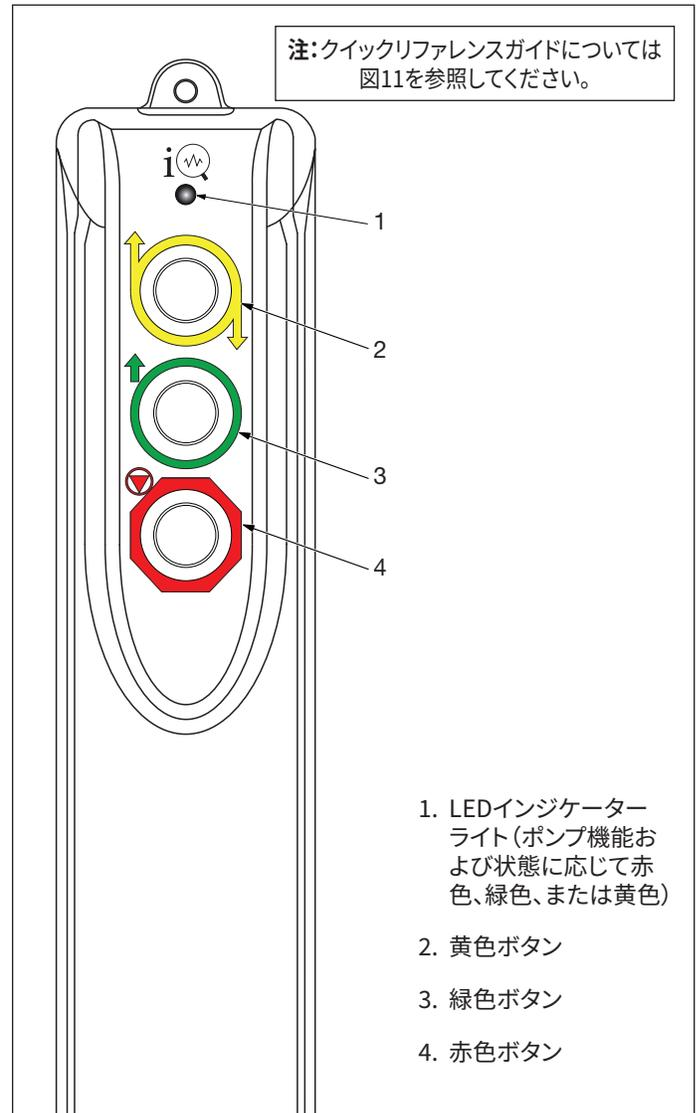

図4: ペンダントコントロール
マルチカラーLEDインジケータにより、ポンプの状態が分かります。図4を参照してください。ペンダント操作の詳細については、本取扱説明書のセクション8.0～10.0に記載されています。
1. 赤色のペンダントボタンを押したままにします。図4を参照してください。